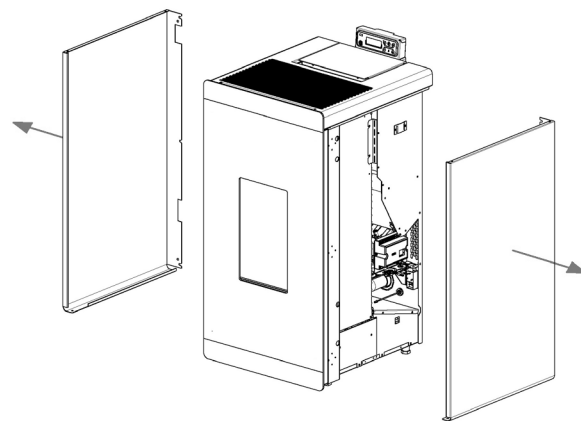

Fig. 70 - Odstranjevanje stranic
- Snemite stranske stranice (gl. **Fig. 70**).
- Odstranite stranice (gl. **Fig. 70**).